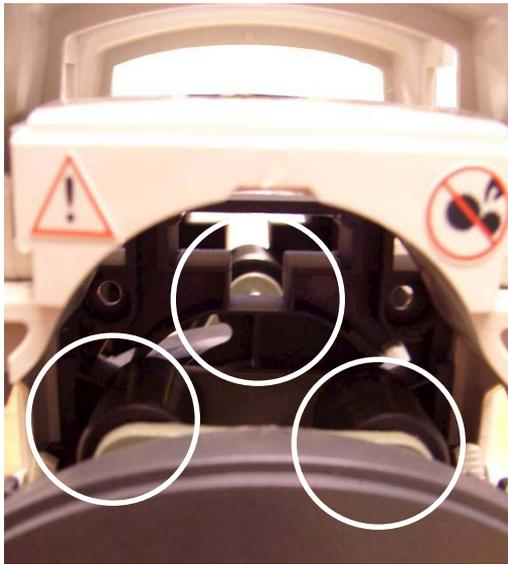

Figure 13
- c) Clipser l'extension de pompe (cf. Figure 13) sur la pompe puis ouvrir les deux clapets (cf. Figure 14) :